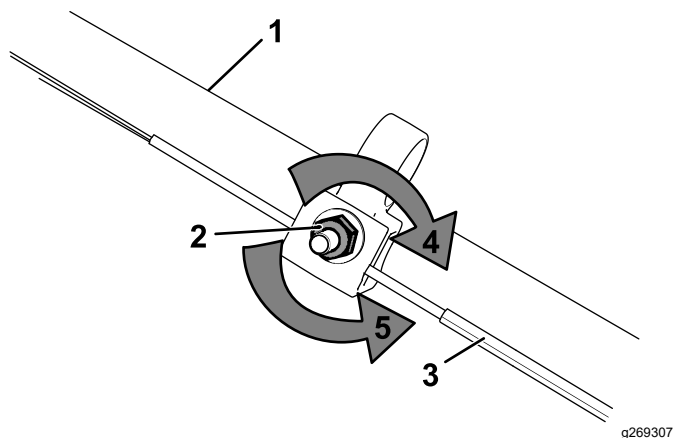

Figura 31
- Ajuste la tensión del cable (Figura 31) tirando del mismo hacia atrás o empujándolo hacia adelante, y manténgalo en esa posición.